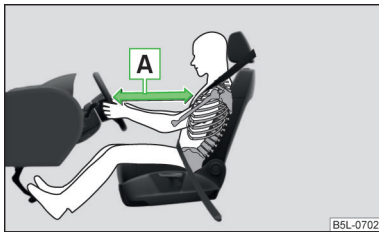

Fig. 9
- Il est important que le conducteur et le passager avant se tiennent à une distance minimum de 25 cm du volant et du tableau de bord [A] » fig. 9. Les airbags ne peuvent pas vous protéger si vous en êtes plus près - danger mortel ! Les sièges avant et les appuie-têtes doivent en outre toujours être ajustés en fonction de la taille des personnes.